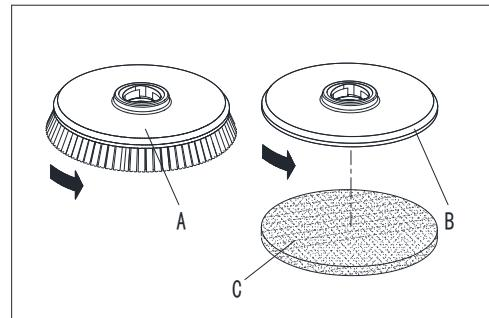

Figure 5
1. Inserte la llave de ignición (54) y gírela a la posición «O».
2. Levante la plataforma pisando el pedal (10).
3. Gire el regulador de velocidad (56), si lo hay, a la posición de inactivo, moviéndolo en el sentido anti-horario.
4. Coloque los cepillos (A, Fig. 5) en el porta-almohadillas (B) debajo de la plataforma (21).
5. Baje la plataforma en los portacepillos/porta-almohadillas pisando el pedal (10).
6. Gire la llave de ignición (54) a «I».
7. Presione el interruptor del portacepillos/porta-almohadillas y el sistema de aspiración (60).
8. Pulse uno de los cepillos/engranajes de marcha adelante (50) para enganchar el portacepillos/porta-almohadillas y a continuación libérelo. Si es necesario, repita el procedimiento hasta que los portacepillos/porta-almohadillas estén enganchadas.